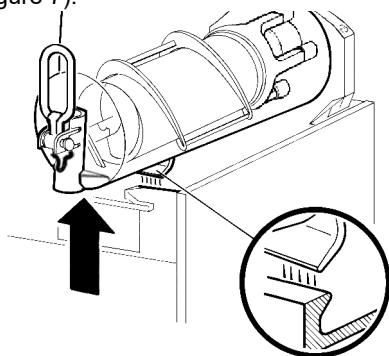
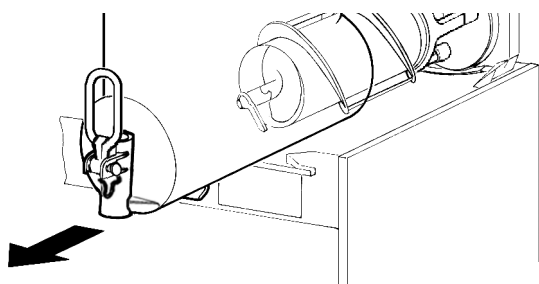

figure 6
figure 7
**2** Démontez le réservoir en poussant légèrement sa partie inférieure (côté robinet) vers le haut pour en libérer les crochets inférieurs (voir figure 6) et en le faisant ensuite glisser par l'avant (voir figure 7).